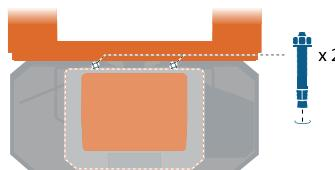

Figura 21 Ancorare gli elevatori per pallet senza piede di supporto centrale con altri 2 bulloni a espansione.
- Per gli elevatori per pallet senza piede di supporto centrale, ancorare l'elevatore per pallet nella base utilizzando altri 2 bulloni a espansione, vedere la figura 21. Visitare www.edmolift.com/installation per ulteriori informazioni.